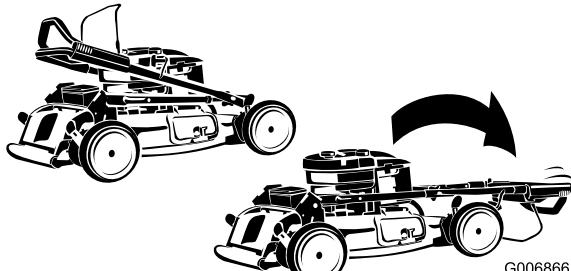

Figura 3
1. Spostare con attenzione la sezione superiore della stegola in avanti finché le due metà della stegola non sono in linea e si sistemanano come mostrato in figura (Figura 3).